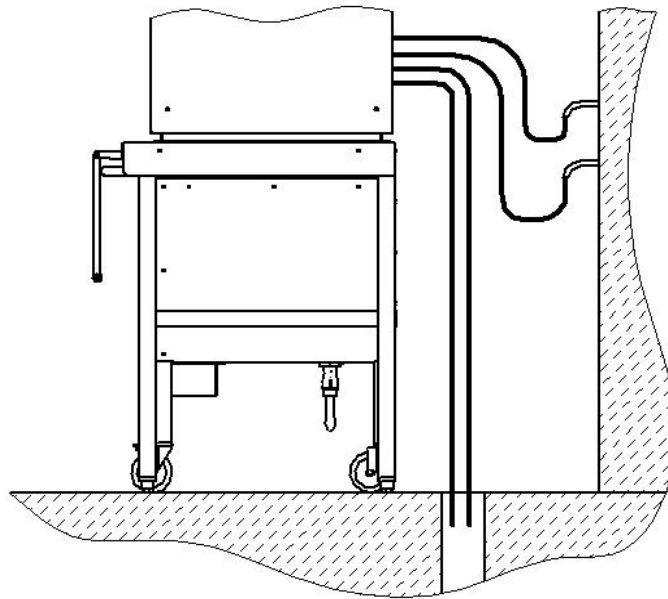

Рис. 5 Схема подключения льдогенератора
- установить льдогенератор на накопитель льда. Для льдогенераторов ЛГ-400Ч-01, ЛГ-400Ч-02 и ЛГ-620Ч-01, ЛГ-620Ч-02 использовать бункер-накопитель Б-400 или бункер-накопитель БН-2-100. Льдогенератор должен фиксироваться на бункере-накопителе двумя болтами из комплекта поставки моментом затяжки $26 \pm 1,5$ Н·м ($2,7 \pm 0,15$ кгс·м). Схема монтажа показана на рис. 5. Положение льдогенератора должно быть горизонтальным, в случае необходимости отрегулируйте высоту и устойчивое положение изделия с помощью регулируемых ножек бункеров;
- подключить изделие к системе водоснабжения. Льдогенератор подключается к системе водоснабжения через штуцер с резьбой G 3/4" для подачи воды на испаритель и через штуцер под шланг с внутренним диаметром 12 мм для подачи воды на охлаждение конденсатора (для ЛГ-400Ч-01, ЛГ-620Ч-01) (рис. 5). Для дополнительной фиксации шланг крепить к штуцеру хомутом. Подсоединение шлангов подачи воды должно проводиться через краны для экстренного прекращения подачи воды на охлаждение конденсатора и испаритель в случае необходимости.
- подключить изделие к системе канализации через штуцер слива воды с ванны и штуцер охлаждения конденсатора под шланг с внутренним диаметром 12мм (для ЛГ-400Ч-01, ЛГ-620Ч-01) и штуцер для слива талой воды с бункера (для бункера Б-400) (рис. 5). Убедиться, что сливные шланги находятся ниже, чем выходы на задней панели льдогенератора и основания бункера, чтобы вода могла стекать.
ВНИМАНИЕ! Необходимо организовать разрыв струи, обеспечив воздушный промежуток не менее 20 мм между концом сливного шланга и краем принимающей трубы (см. рис. 5).